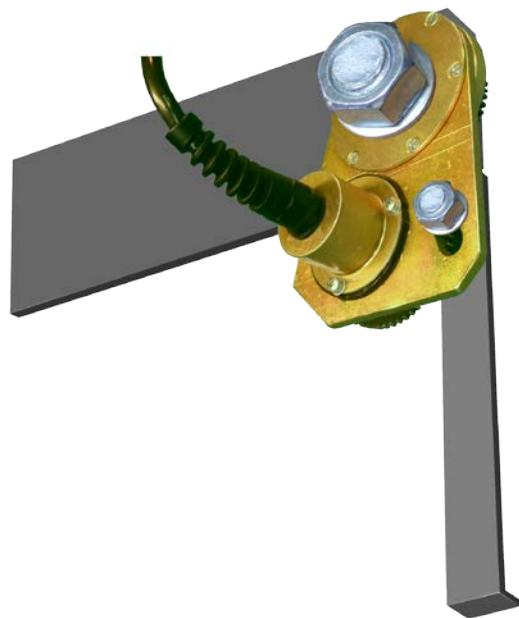

Рис. 8
6.8. Внешний поводковый **датчик угла наклона 2** гуська, Рис.8, представляет собой потенциометр, приводимый в действие поворотом гуська относительно стрелы. Ось потенциометра совмещена с осью вращения гуська, так что датчик измеряет угол наклона гуська по отношению к стреле.